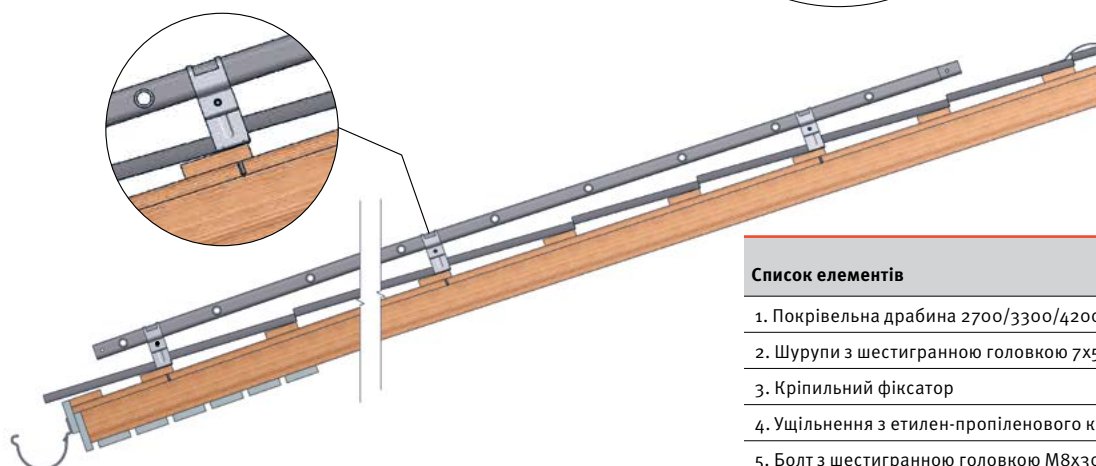

Рисунок 2
- драбину прикрутити через металочерепицю до дерев'яних рейок, використовуючи верхній отвір у кріпильних бокових фіксаторах, одночасно забезпечити стабільне положення ущільнення з етилен-пропіленового каучуку під фіксаторами за допомогою шурупів з шестигранною головкою 7х50 мм (рис. 2),